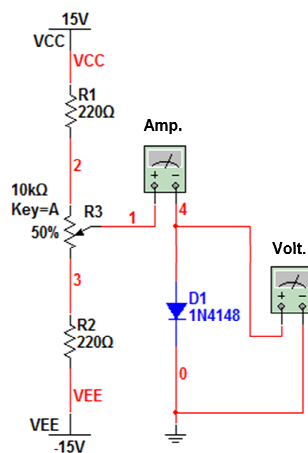

Fig. 1 – Caracterização  $I$ - $V$  utilizando um *amperímetro* e um *voltímetro*.
Analise o circuito proposto (Fig.1 abaixo), em termos de seus *equivalentes de Thèvenin e de Norton*, para obtenção das características  $I$ - $V$  dos diodos. Quais seriam (teoricamente) as tensões *máxima* e *mínima* na derivação do potenciômetro na ausência do *dispositivo sob teste* (DUT) ? Que papel desempenham as resistências fixas de  $220\ \Omega$  ?
Expresse a *reta de carga* e determine o *ponto Q* do circuito da Fig. 1, assumindo o diodo retificador operando no *limite máximo de polarização direta* (assuma:  $n = 1,5$ ;  $I_0 = 1\ \text{pA}$ ).
Execute a montagem do divisor de tensões da Fig. 1 sem DUT, e.g., mantendo a *derivação central do potenciômetro em circuito-aberto*, sem desconectar o voltímetro. Anote:
- a) Conecte o *diodo retificador* (ref. 1N4148) ao terminal central do potenciômetro, da forma ilustrada na Fig. 1. Iniciando pela *tensão mínima* (e.g, *mais negativa*), excursione progressivamente o nível de tensão na derivação central do potenciômetro, de forma a obter um ponto experimental da curva I-V a intervalos regulares de tensão de  $\sim 50\text{ mV}$ . Registre se agora é possível controlar a excursão com precisão durante todo o intervalo.